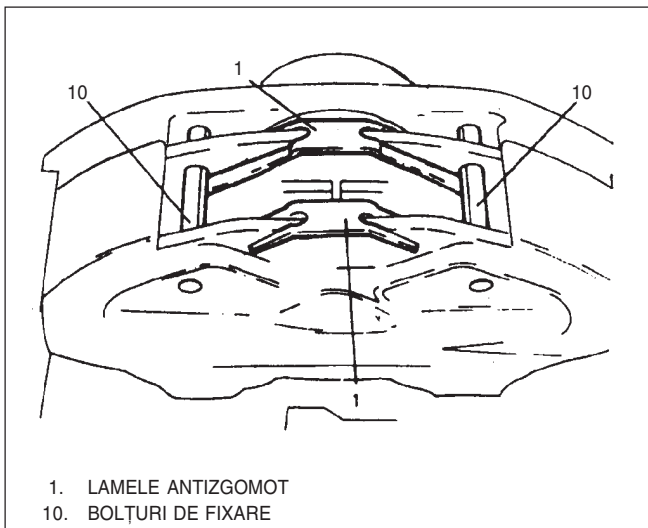

Fig. 5 Instalare bolt fixare/lamelă
3) Lamela antizgomot; se prind capetele lungi sub bolțurile de fixare (Fig. 5).
- Părțile lungi ale lamelelor antizgomot trebuie așezate împreună, spre interiorul etrierului; părțile scurte ale lamelelor sunt așezate spre exteriorul etrierului. Poziționarea incorectă a acestor lamele va duce la zgomot excesiv la frânare și reducerea capacității de frânare (Fig. 5).